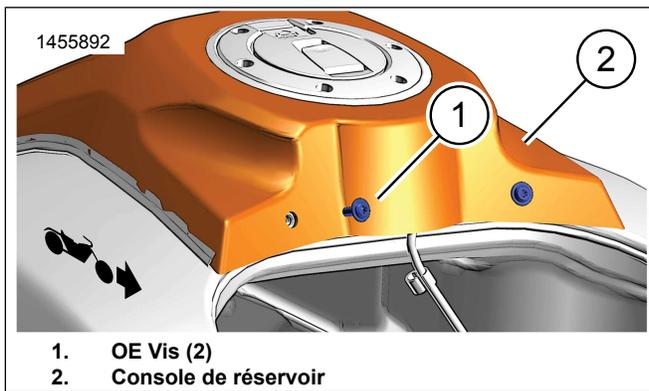

Figure 2. Console de réservoir
1. Figure 2 Retirer Équipement d'origine (OE) les vis (1) de la console de réservoir (2). Jetez-la.